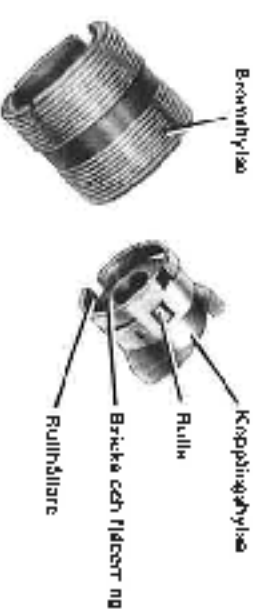

Bild 8. Bronsstycke nr 08
- a. Trä rullhållaren 23 med de två nallarna 24 på koppflögstycket 20. Läs med bräcken 22 och fjäderingen 21. Bild 8.